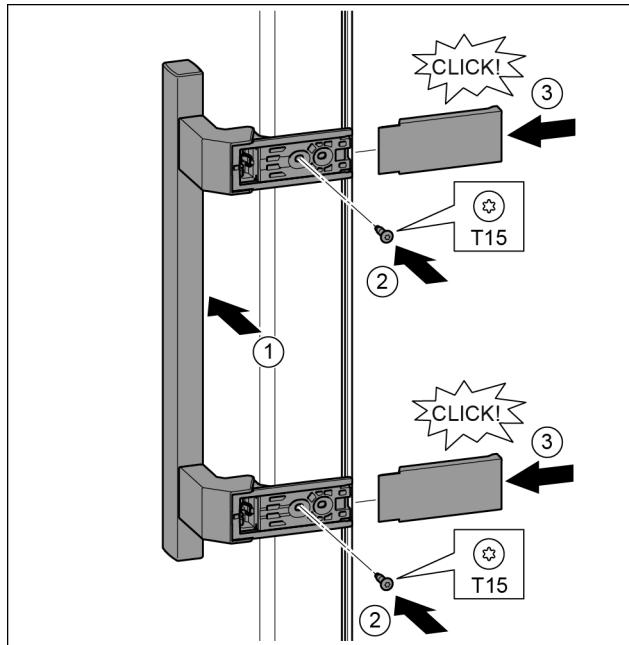

Fig. 20
- ▶ 将把手放到反面。Fig. 20 (1)
- ▶ 用 T15 螺丝刀拧紧螺钉。Fig. 20 (2)
- ▶ 将盖板放置到侧面并插入。Fig. 20 (3)